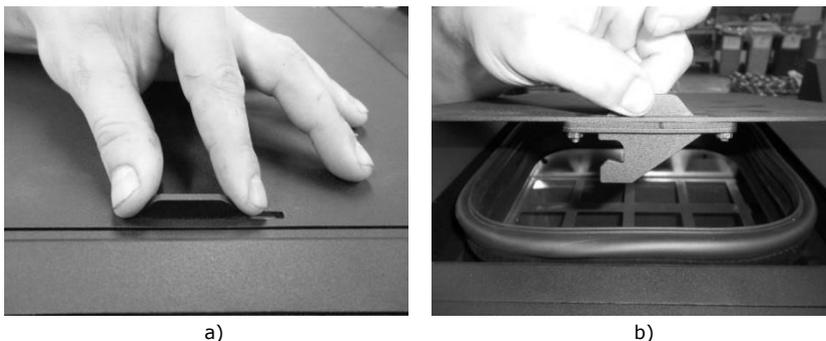

Figura 41 - Abertura da tampa
A abertura do depósito de *pellets* faz-se deslocando o fecho lateralmente (Figura 41-a) e levantando a tampa (Figura 41-b).
- 1 – Abra a tampa do depósito de *pellets*, na zona superior do equipamento, tal como mostrado na Figura 41.
- 3 – Ligue o equipamento e feche a tampa do depósito, pressionado-a, como ilustrado na Figura 41-a.